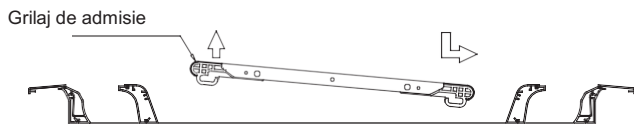

Fig.5-11
- 3) Deschideți grilajul de admisie (aproximativ 45°) și scoateți cealaltă parte, ca în Fig.5-11